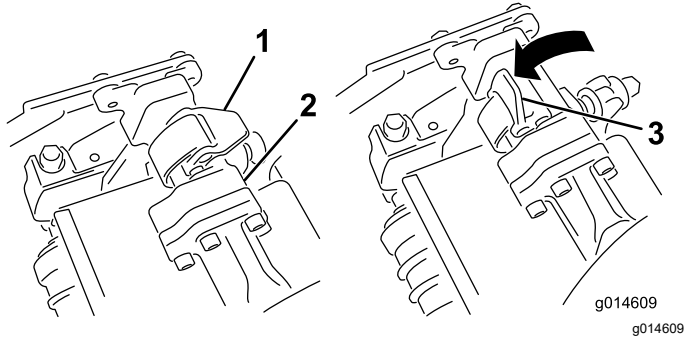
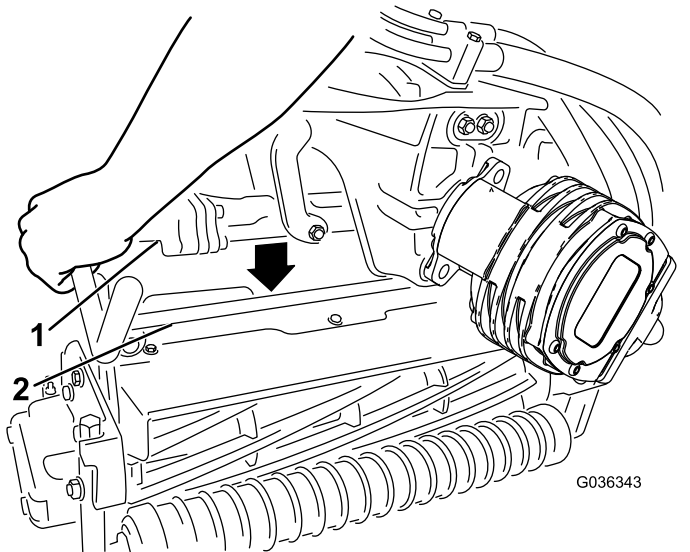

図 52
図 53
4. サスペンションアームのバーについているラッチを上向き開いた状態にして 図 52、サスペンションアームを押し下げて、バーを、カッティングユニットのバーの上に被せるようにする 図 53。
5. ラッチを下げて閉じるとカッティングユニットのバーがロックされてユニットがアームにセットされる 図 52。
5. 取り外したいカッティングユニットのサスペンションアームのバーについているラッチを開く **図 52**。